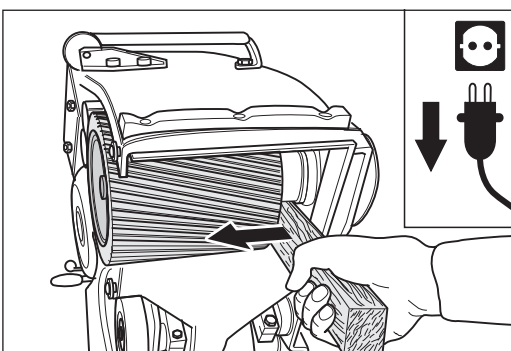

Abb. 90 Wenn die Schleifwalze festsetzt, einen Holzhebel verwenden. **Keine Gewalt anwenden!**
- 9 Ziehen Sie die Schleifwalze seitlich aus dem Gehäuse. **Verwenden Sie bei festsitzender Schleifwalze einen Holzhebel (Abb. 90), um die Maschine nicht zu beschädigen! Die Schleifwalze niemals durch Hammerschläge lösen!**